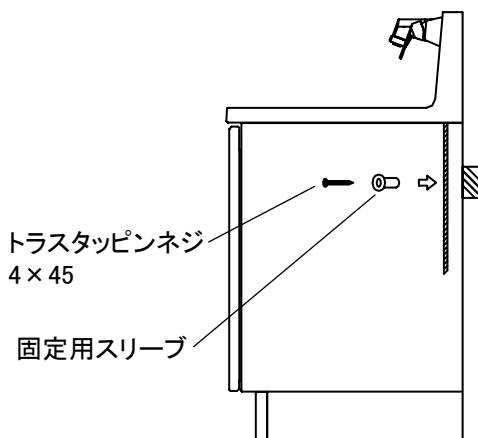

図5
- ③下台を所定の位置に設置してください。
④下台内部より、固定用スリーブを介してネジで下台を壁面固定してください。[図5]